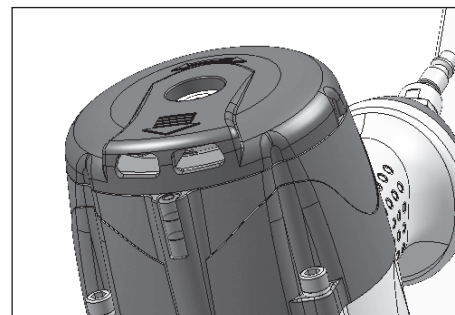

Figura 23 - Nivel de burbuja
6. Quite la clavadora de la superficie de trabajo. El WCE debe volver a su posición original hacia abajo. Tire del gatillo (ver Figura 23). La clavadora **NO DEBE FUNCIONAR**. No use la herramienta mientras no está apoyada sobre la superficie de trabajo. Pueden ocurrir lesiones personales.